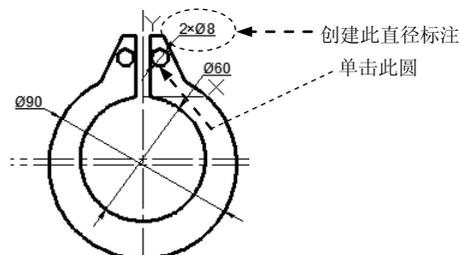

图 17.2.15 标注第三个圆
(3) 标注图 17.2.15 所示的第三个圆。按 Enter 键以重复直径标注命令，单击图 17.2.15 中所示的圆，在命令行中输入字母 M 后按 Enter 键，接着输入 $2 \times \%C8$ 后按 Enter 键，在绘图区中的空白处单击，再在绘图区合适的位置单击以确定尺寸放置的位置。